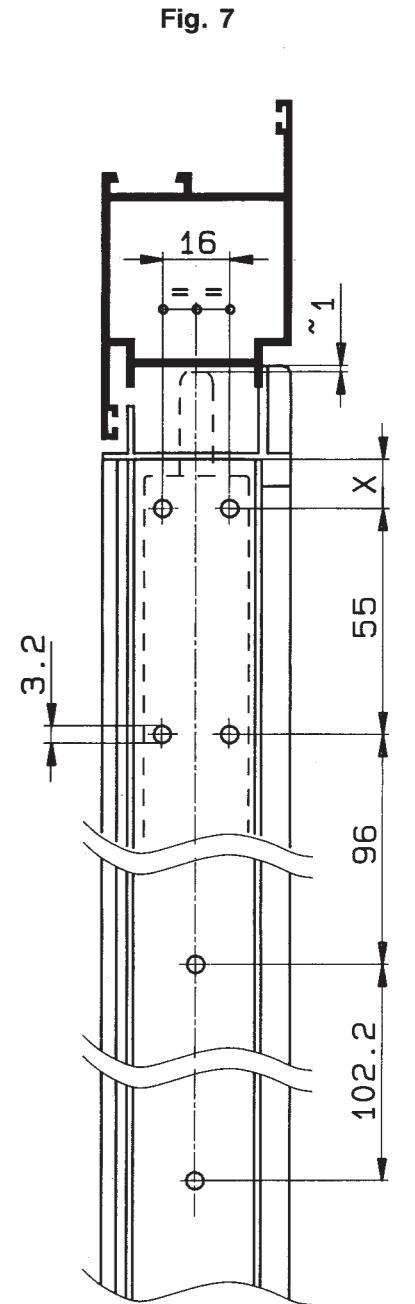

Fig. 7
2.4) Posizionamento catenaccio chiusura superiore. Forare il montante su cui dovrà essere applicato il catenaccio come da fig. 7 con le stesse modalità del punto 2.1).
2.4) Montage du verrou fermeture supérieure. Percer le montant sur lequel doit être appliqué le verrou (fig. 7) selon le même procédé qu'au point 2.1).
2.4) Positioning of upper latch flush bolt. Make a hole in the riser to which the flush bolt is to be attached as shown in fig. 7, and as described in section 2.1.
2.4) Colocación del pasador cierre superior. Hacer los orificios en el montante en el que se debe poner el pasador tal como ilustra la fig. 7 y siguiendo las indicaciones del punto 2.1).